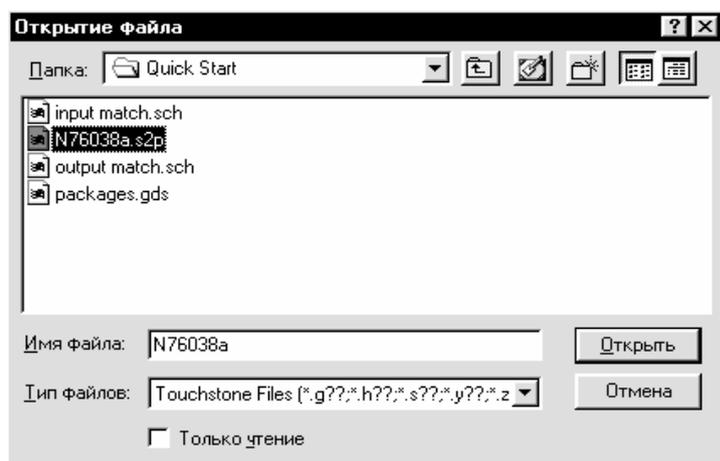

Рис. 5.3
2. Правой кнопкой мышки щёлкните по группе **Data Files** в окне просмотра проекта и выберите **Import Data File** во всплывающем меню. Откроется диалоговое окно **Открытие файла** (Рис. 5.3).